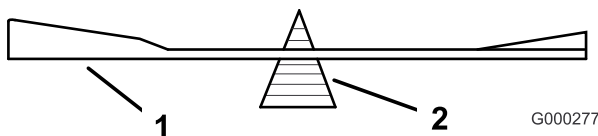
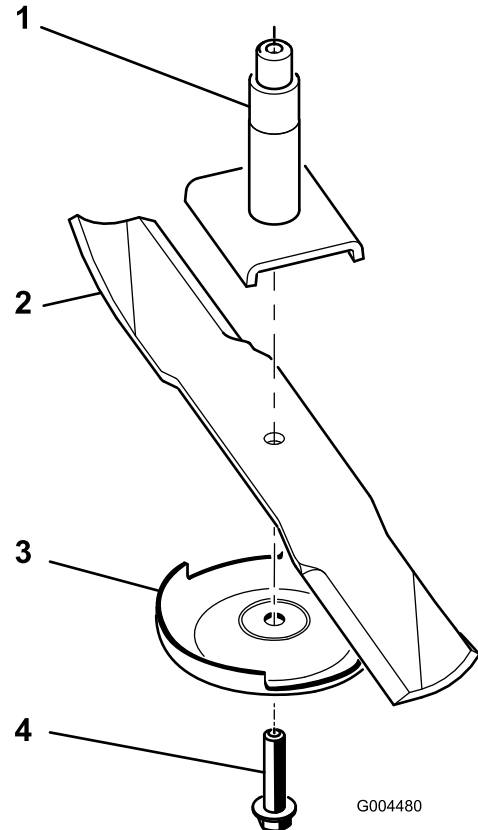

Figura 22
Figura 23
2. Togliete il bullone della lama, la piastra antistrappo e la lama dall'asse del fusello (Figura 23).
2. Controllate l'equilibrio della lama posizionandola su un bilanciatore (Figura 22). Se la lama rimane in posizione orizzontale, è bilanciata e può essere utilizzata. Se la lama non è bilanciata, limate del metallo soltanto dalla costa (Figura 23). Ripetete la procedura finché la lama non è perfettamente bilanciata.
1. Montate la lama sull'asse del fusello (Figura 23).
2. Montate la piastra antistrappo e il bullone della lama (Figura 23).